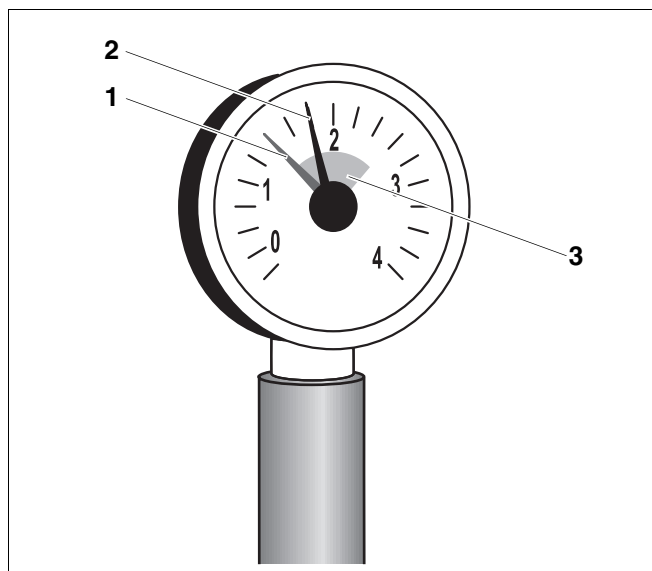

Abb. 6 Manometer für geschlossene Heizungsanlagen
Bei geschlossenen Heizungsanlagen muss der Manometerzeiger (Abb. 6, **Pos. 2**) innerhalb der grünen Markierung (Abb. 6, **Pos. 3**) stehen.
Der rote Zeiger (Abb. 6, **Pos. 1**) des Manometers muss auf den für die Heizungsanlage erforderlichen Druck eingestellt sein.
- Prüfen Sie, ob der Manometerzeiger (Abb. 6, **Pos. 2**) innerhalb der grünen Markierung (Abb. 6, **Pos. 3**) steht.
Wenn der Manometerzeiger (Abb. 6, **Pos. 2**) die grüne Markierung (Abb. 6, **Pos. 3**) unterschreitet, ist der Wasserdruck der Heizungsanlage zu gering. Sie müssen das verloren gegangene Heizungswasser mit Ergänzungswasser auffüllen.
- Füllen Sie das Ergänzungswasser über den KFE-Hahn (Kessel Füll- und Entleerhahn) ein, bis der Manometerzeiger (Abb. 6, **Pos. 2**) innerhalb der grünen Markierung steht.